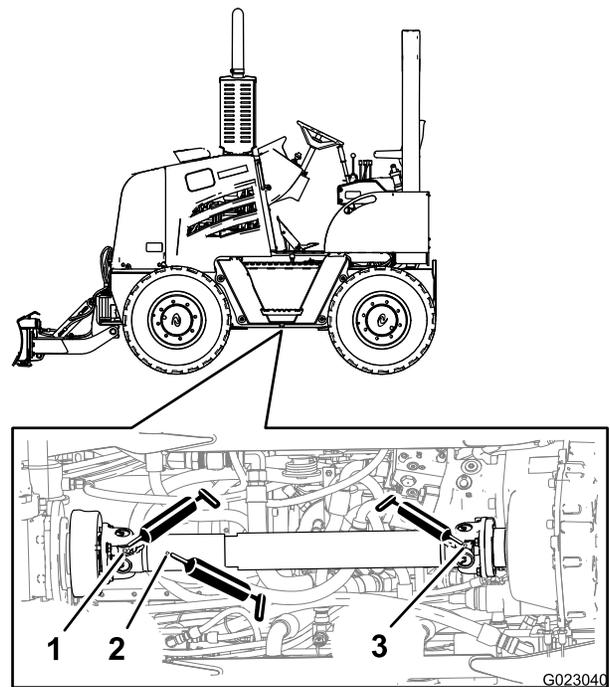

Figura 33
2. Conecte a pistola de graxa à graxeira da junta deslizante na extremidade dianteira do eixo cardan, e aplique 2 ou 3 bombeadas de graxa (Figura 33).